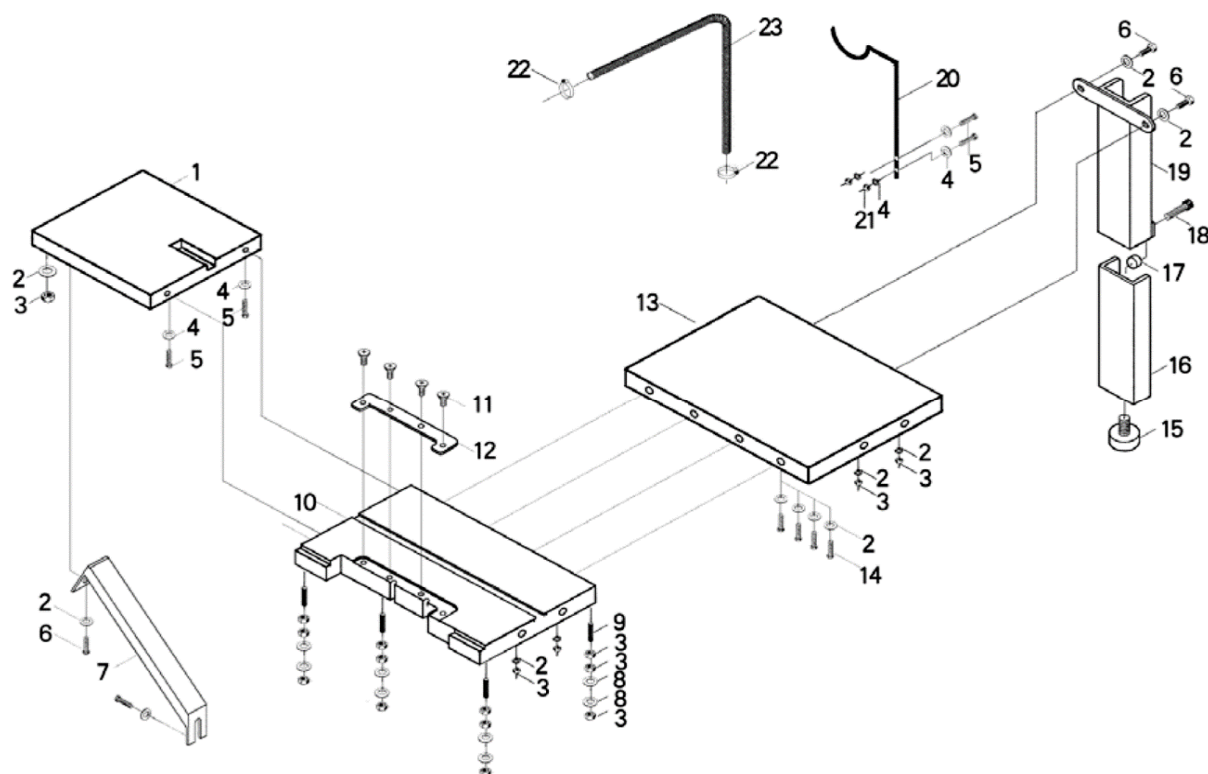

Рисунок 35.
- снимите вставку **12** рабочего стола, открутив четыре винта **11** (рис. 35);